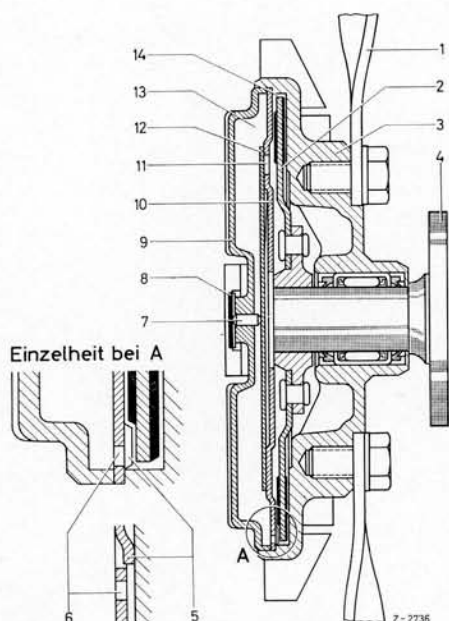

Bild 20-4/1
3. Neue Wasserpumpe (1) mit einer neuen Dichtung (ist im Lieferumfang nicht enthalten) am Wasserpumpengehäuse anschrauben (Bild 20-4/2 bzw. 3).
4. Lüfter (7) mit den Federscheiben (8) und Sechskantschrauben (9) an die Visco-Lüfterkupplung (3) anschrauben und Sechskantschrauben mit 2 mkp festziehen.
5. Visco-Lüfterkupplung mit dem Lüfter und der Riemenscheibe (2) mit den Sechskant-Bundschrauben (4) an die Wasserpumpe anschrauben (Anziehdrehmoment 2 mkp). Beim Typ 230 S ist zwischen Riemenscheibe und Visco-Lüfterkupplung zusätzlich noch der Nabenring (5) und die Zentrierbüchse (6) einzubauen (Bild 20-4/3).